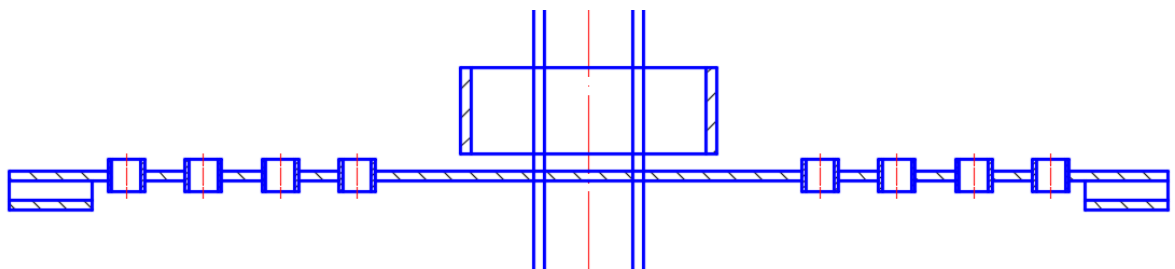

Рис. 101. Элементы верхней части оросителя
– провести две параллельные прямые на расстоянии 85 мм от оси с помощью команды **Прямая** → **Отступ**. Задать толщину стенок 16 мм (рис. 101);